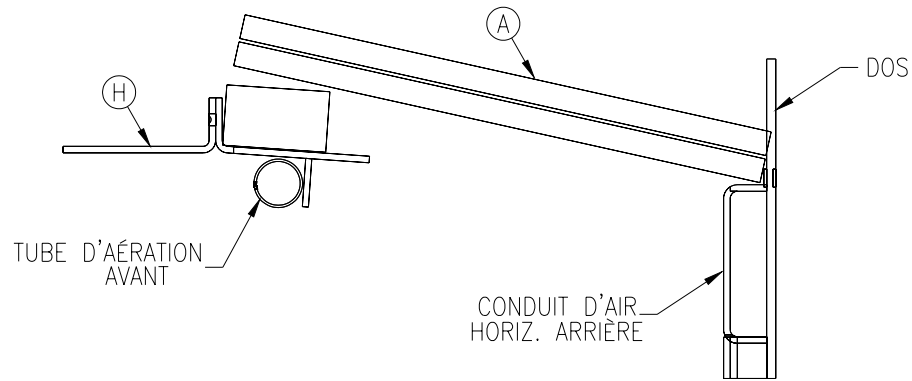

Figure 3.2b
3. Installez une brique (1,25 x 2,12 x 9,00") sur le dessus du support du déflecteur et faites-la glisser sous les panneaux du déflecteur (voir la Fig. 3.2b).